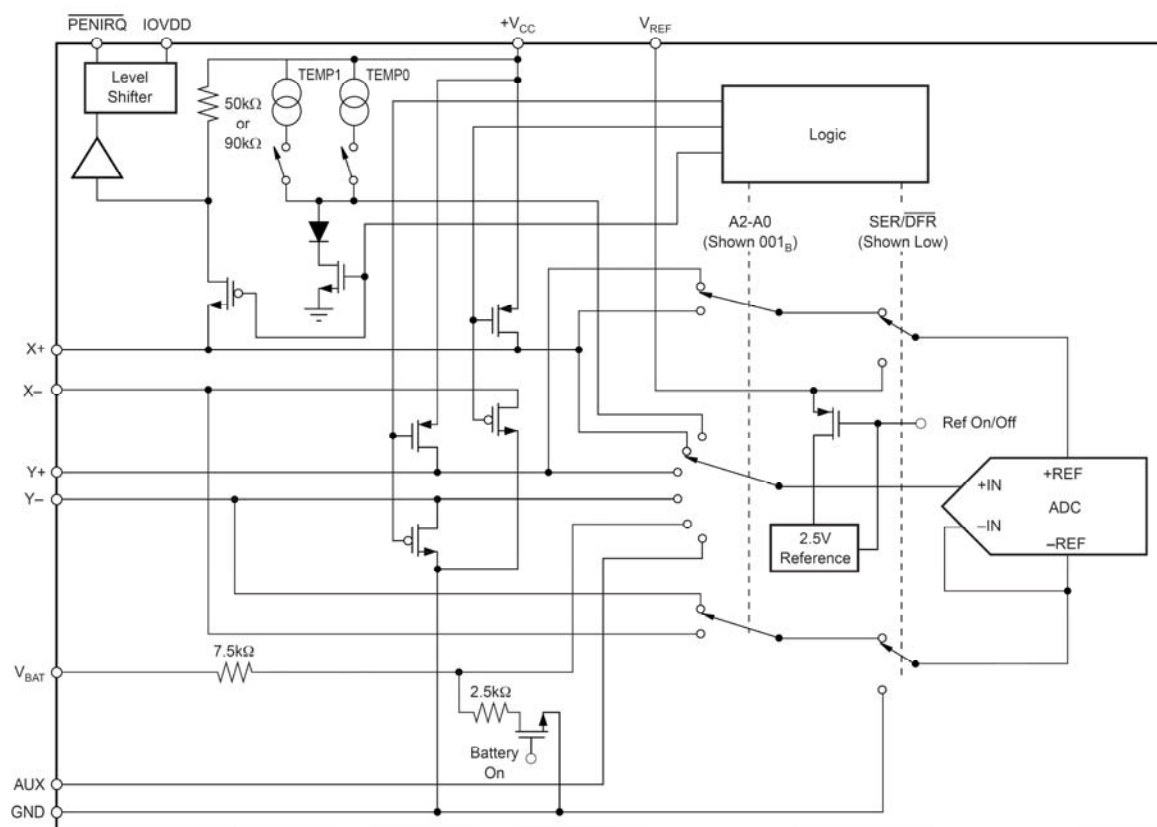

图 2 模拟输入简化图
图 2 为模拟输入通道选择、差分输入的 ADC，差分输入基准的示意图。表 1 和表 2 显示在 A2, A1, A0 与 $\overline{\text{SER/DFR}}$ 控制位对 ADS7846 的配置关系。通过数字串行接口输入引脚 Din (详见数字接口部分) 当比较器进入采样和保持模式时，+IN 与 -IN 间的电压差值将被存储在内部的电容阵列上，模拟输入电流取决于转换器的转换率，当内部电容阵列（25pF）被完全充电后，将不再有模拟输入电流。
+REF 与 -REF 间不同的电压值决定了模拟输入电压范围(参见图 2),ADS7846的基准电压范围为 1V 到 +V_{CC}。如果基准电压降低，每个数字字对应的模拟电压的比重（以 LSB 表示，12 位模式下 1LSB=V_{REF}/4096）将被降低，SAR ADC 本身具有的失调和增益误差（以 LSB 表示）也随之增加。比如，如果 AD 转换器的实际失调电压为 1.22mV,在 2.5V 的参考电压时为 2LSB，在 1V 的参考电压时将为 5LSB。因此在采用低的参考电压时，必须考虑采用低噪声、低纹波的电源，低噪声的基准电压、低噪声的输入信号以及包括足够
- (1) 起始位： 控制字的第一位，必须为高，表明控制字的开始。ADS7846如果没有检测到起始位，将忽略 D_{IN} 上的信号；
- (2) 通道选择： 接下来的三位，A2，A1 和 A0 用来设定 ADS7846 的测量模式(参见表 1，表 2，和图 2)，驱动开关和基准输入；
- (3) 转换模式： 模式位用来设定 AD 转换器的分辨率，此位为低，下面的数模转换将有 12 位的分辨率，反之，则有 8 位的分辨率。
- (4) $\overline{\text{SER/DFR}}$ ： 用来设定参考电压模式为单端模式或者差动模式。差动模式也称为比例转换模式，用于 X 坐标、Y 坐标和触摸压力的测量，可以达到最佳的性能。在差动模式下，参考电压来自于驱动开关，其大小与触摸屏上的驱动电压相差无几。在单端模式下，参考电压为 V_{REF} 与地之间的电压。
- (5) PD1 和 PD0： AD 转换器和内部基准电路可以通过这两位来设定为工作或者停止，因此可以降低 ADS7846 的功耗，还可以让内部基准电压在转换前稳定到最终的电压值。如果内部基准电路被关闭，要保证有足够的启动时间来启动内部基准电路。AD 转换器不需要启动时间，可以瞬间启动。此外，随着 BUSY 置为高，内部基准电路的工作模式将被锁存，需要对ADS7846写额外的控制位来关闭内部基准电路